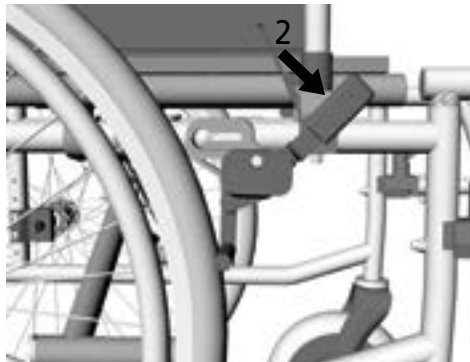

Abb.13
2. Drücken Sie den Bremshebel weiter nach vorn, bis er spürbar einrastet (2, Abb. 13).